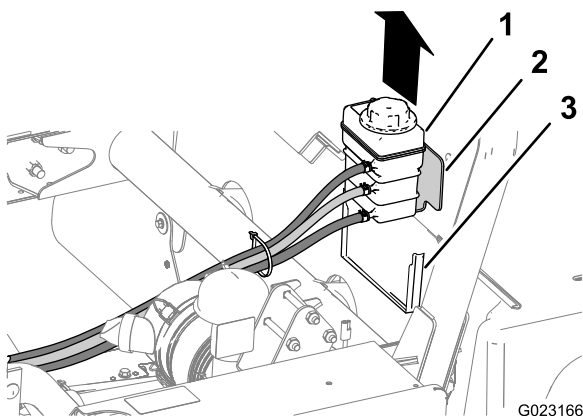

Figura 11
3. Sollevate il serbatoio del refrigerante estraendolo dalla staffa di supporto presente sul retro del pannello ROPS (Figura 11).